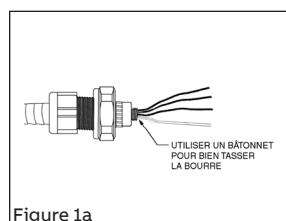

Figure 1a
- Bien tasser la fibre de bourrage dans tous les espaces entre les conducteurs et le corps. Séparer les brins du conducteur de terre non isolé au besoin (Figure 1a).